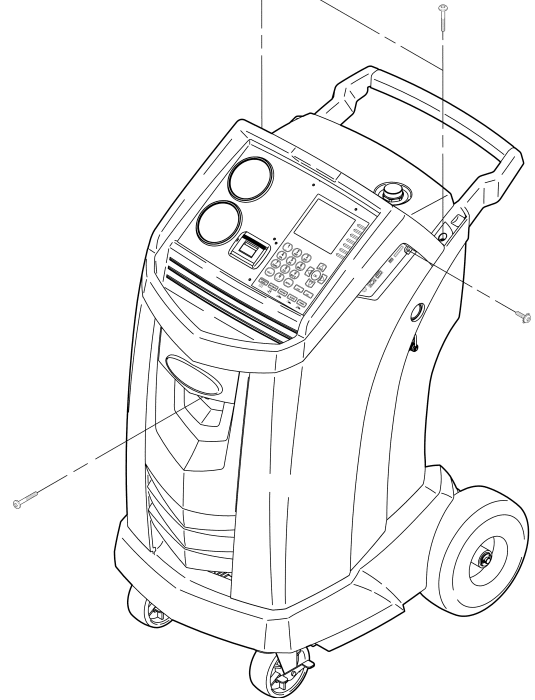

Figura 22
2. Retire la botella de aceite y los cuatro tornillos que sujetan la cubierta. Consulte Figura 22. Sostenga la cubierta en la parte posterior de la máquina.